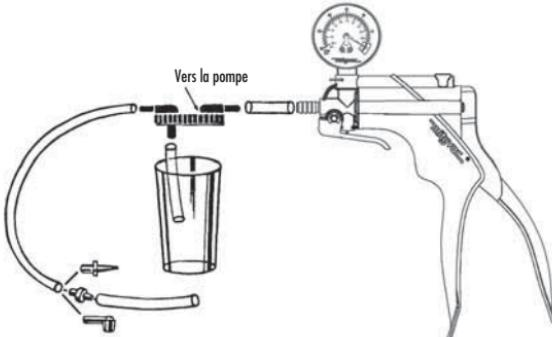

FIGURE 16: KIT DE PURGE DE FREIN
- 3) Glisser 3,8 cm (1-1/2po) de tuyau entre la pompe et le couvercle du récipient à l'orifice marqué « VERS LA POMPE » (FIGURE 16).